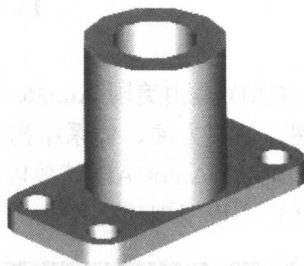

图 1-2 绘制三维图形
- 绘制三维图形: 使用 AutoCAD 提供的三维图形的绘制和编辑命令, 可实现曲面和实体的造型设计, 并可对图形进行渲染使其具有质感, 如图 1-2 所示。